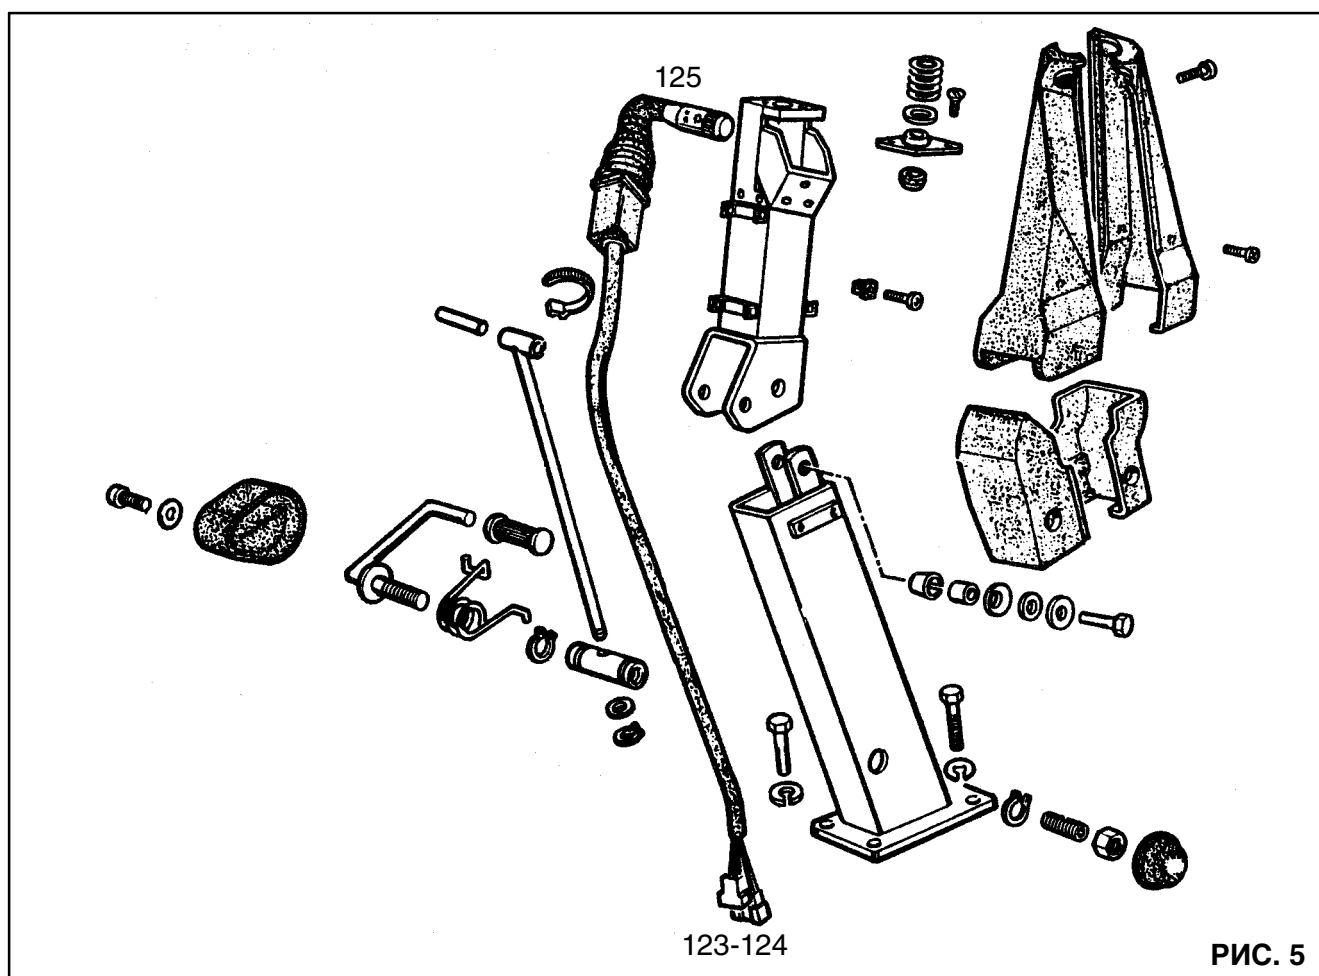

РИС. 5
**ПЕРЕКЛЮЧАТЕЛЬ ОСВЕЩЕНИЯ - Рис. 5**